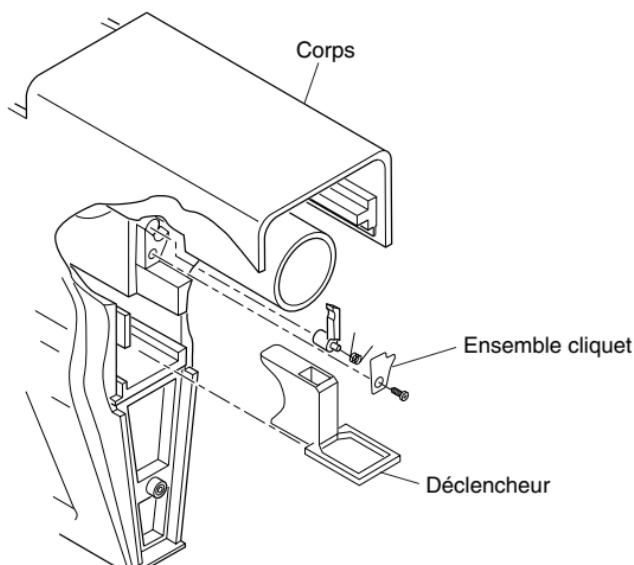

Figure 10 - Retrait de l'ensemble cliquet/déclencheur
1. Faire glisser le déclencheur hors du corps (consulter la Figure 10).
2. Au moyen d'un tournevis Phillips, desserrer la vis et retirer du corps les composantes du cliquet (consulter la Figure 10).